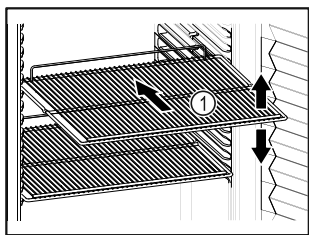

Fig. 20 Representación a modo de ejemplo
- ❑ Si los estantes Fig. 20 (1) se pueden mover, ajustarlos según la altura.